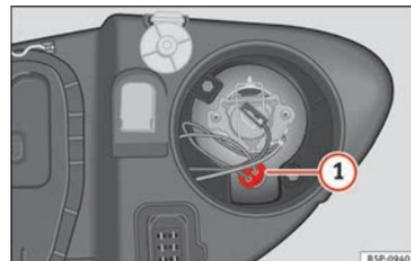

Fig. 183 Luce di posizione.
- Estrarre il portalamпада »» fig. 183 ① verso l'esterno.